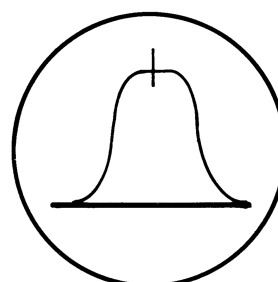

Abb. 3
- L 201, L 204, L 205, L 213 auf Maximum und beste Symmetrie der Durchlaßkurve abgleichen (siehe Abb. 3).